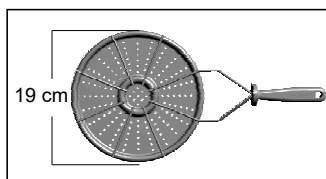

Figura 39
- Para asar arepas, le recomendamos el uso de una parrilla redonda de 19 cm de diámetro, es el óptimo para esta labor. (Ver figura 39)